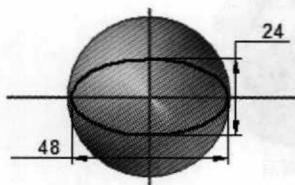

图 2.5 草图 2
Step5. 创建图 2.5 所示的草图 2。在 **草图** 区域中单击  按钮,选取平面 4 为草图平
面, 绘制图 2.5 所示的草图。